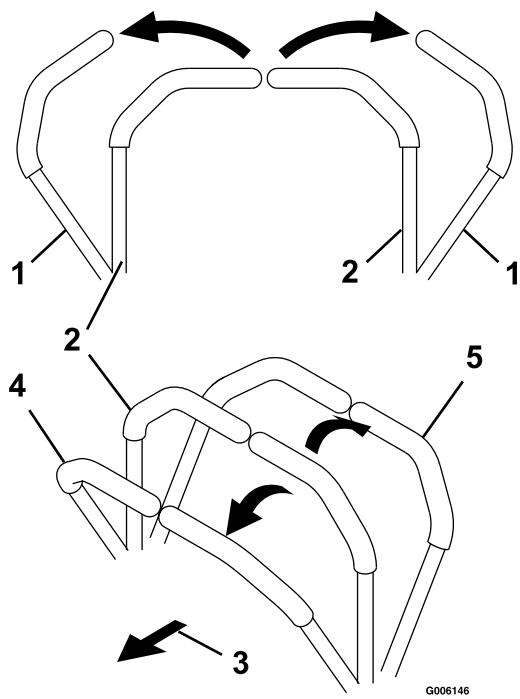

Figura 14
2. Per fare marcia avanti spingete lentamente in avanti le leve di controllo del movimento (Figura 14).
Per spostarvi in linea retta, applicate una pressione identica su entrambe le leve di controllo del movimento (Figura 14).
Per girare, tirate indietro la leva di controllo del movimento verso la direzione in cui desiderate voltare (Figura 14).
2. Per fare marcia indietro tirate lentamente indietro le leve di controllo del movimento (Figura 14).
Per spostarvi in linea retta applicate una pressione identica su entrambe le leve di controllo del movimento (Figura 14).
Per girare, rilasciate la pressione sulla leva di controllo del movimento verso la direzione in cui volete voltare (Figura 14).